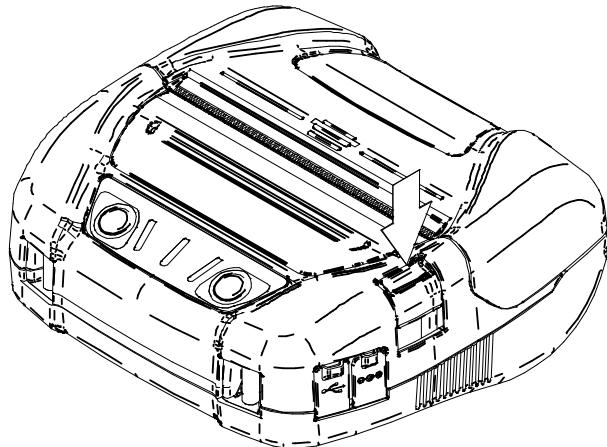

図 9-1 ペーパカバーオープンボタン
- ① ペーパカバーオープンボタンを図 9-1の矢印方向に押し、ペーパカバーを開けてください。